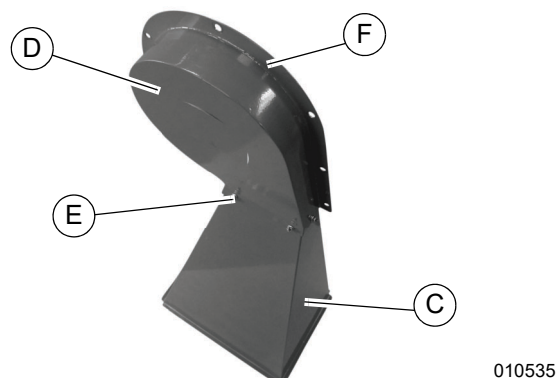

Figure 2-5. Fixation du carter de broyeur à marteaux
2. Voir Figure 2-5. Poser le grand côté de la trémie de broyeuse (C) sur une surface plane et placer le carter de broyeur à marteaux (D) sur la trémie de broyeuse.